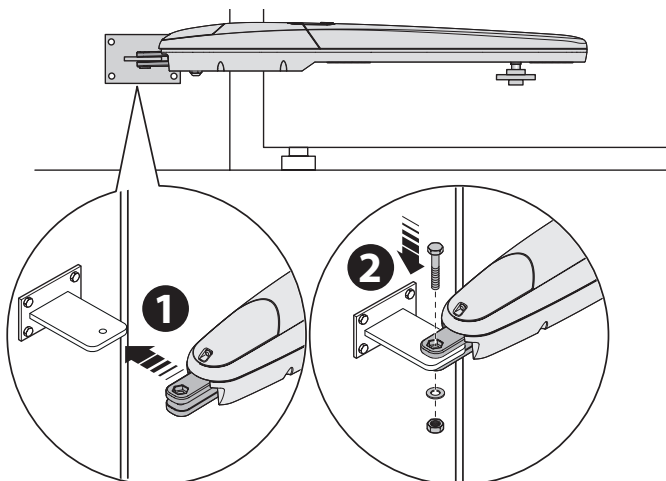

Fig. 6
01. Fixe o motor ao suporte como demonstrado na fig. 6, usando o parafuso, anilha e porca fornecida.